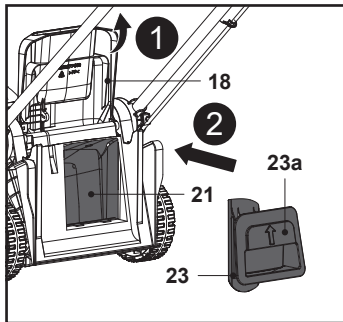

Fig. 15
1. Ouvrir le déflecteur arrière (18), maintenir la poignée encastrée (23a) et insérer l'obturateur mulching (23) dans la goulotte d'éjection arrière (21) jusqu'en butée (Fig. 15).